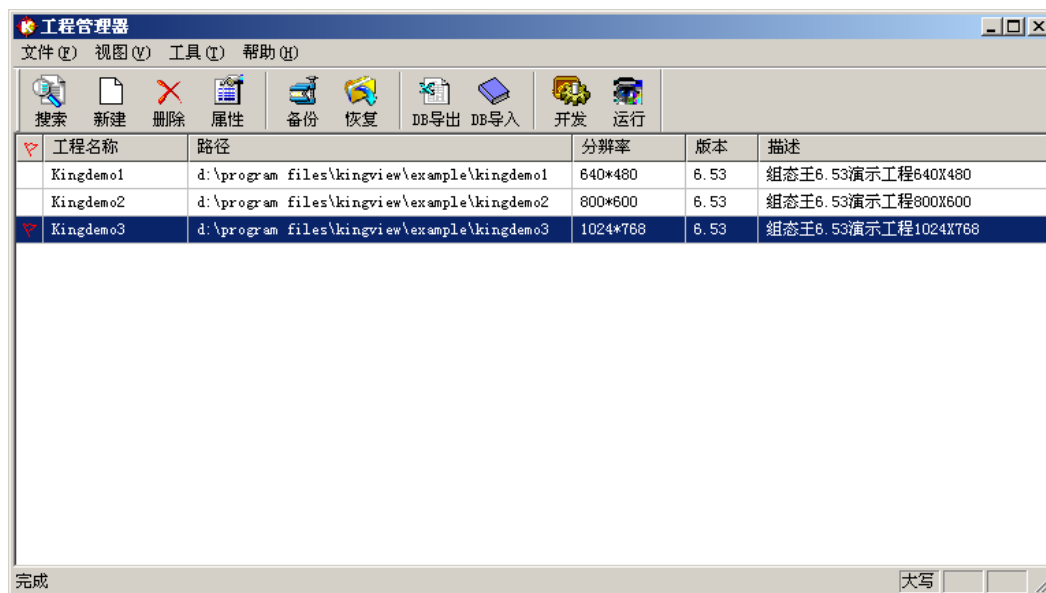

图 2-1 组态王工程管理器
(1) 运行组态王软件，出现组态王工程管理器界面，如图 2-1 所示。